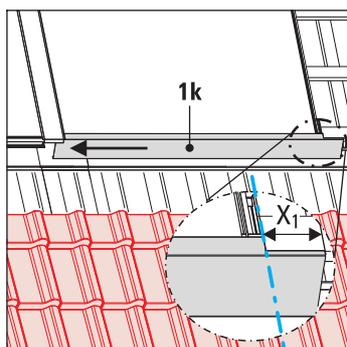

Fig. 3-45 Fase di lavoro 4
4. Applicazione della copertura di protezione visiva inferiore destra (1k). Per farlo, spingere la copertura di protezione visiva (1k) sotto al listello di inserimento verso il collettore piano di sinistra (fig. 3-45) e allinearla sul lato sinistro.